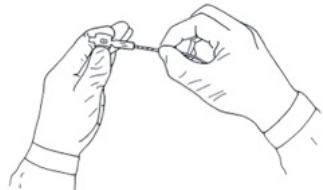
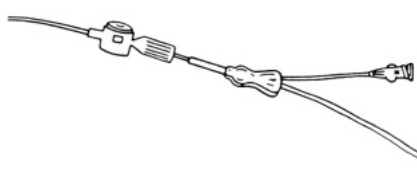

Fig. 1: inserimento Torquer
Fig. 2: posizionamento Torquer
4. I dispositivi PULSTRODE PLUS ed EASYTRODE PLUS hanno in dotazione il Torquer che agevola la presa del catetere da parte dell'utilizzatore. Per questi modelli PLUS, inserire quindi nel giusto verso l'elettrocatteteri attraverso il Torquer contenuto nella confezione (fig. 1) e successivamente posizionare quest'ultimo in posizione prossimale dell'elettrocatteteri (fig. 2).